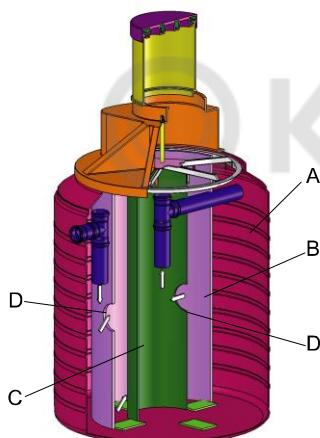

Рис. 3. Отстойник 3 м3
В отстойнике происходит плавное естественное движение жидкости из одной осадочной камеры в другую (поз. А, В, С Рис. 3) через переливные отверстия (D).